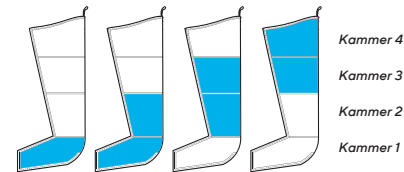

Abbildung 4 - Wave-Druckaufbauzyklus
- Beispiel: Wenn die Kammer 2 voll ist, beginnt die Kammer 1, die Luft abzulassen, während die Kammer 3 beginnt, sich aufzublasen, so dass für einen Moment zwei Kammern gleichzeitig das gewünschte Druckniveau erreichen. (Siehe Abbildung 4)